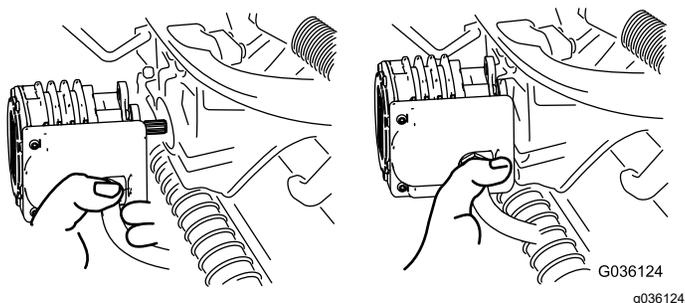

Рисунок 57
5. Переместите электродвигатель на место хранения на передней стороне рычага подвески (Рисунок 57).